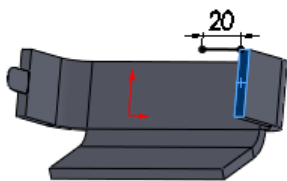

图 7-26 绘制直线草图
(1) 选择图 7-26 所示零件表面作为绘制草图基准面,绘制直线草图,直线长度为 20mm。